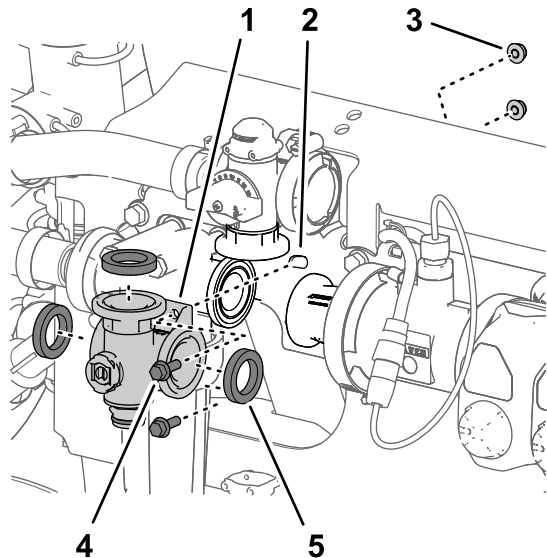

图 124
- 松开将搅拌阀歧管固定至阀支架的 2 个凸缘头螺栓 $\frac{1}{4} \times \frac{3}{4}$ 英寸和 2 个凸缘锁紧螺母 $\frac{1}{4}$ 英寸 图 124。
- 从机器上卸下搅拌阀歧管和垫片 图 124。